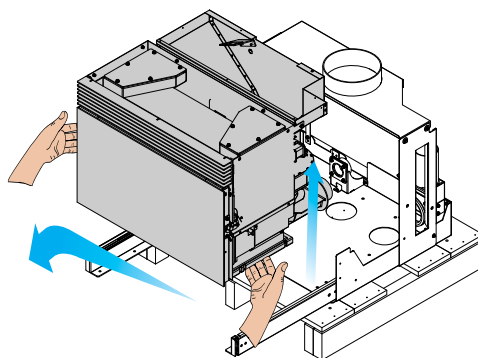

Fig. 6.1.5
6. Lever la machine et la retirer des rails (Fig. 6.1.5) ;